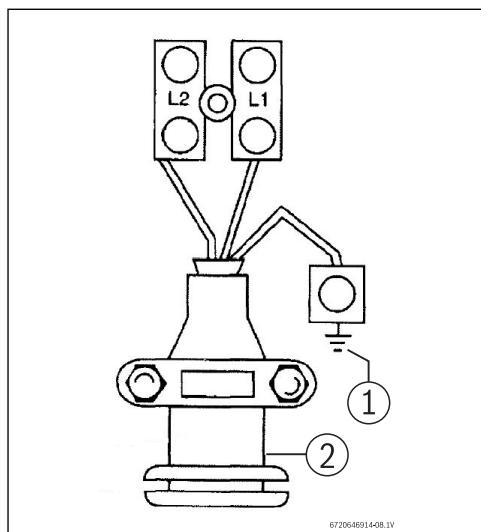

Fig. 3 Cable de terminación
- ▶ Conecte los cables al bloque terminal y a la clavija de tierra (Fig. 3):